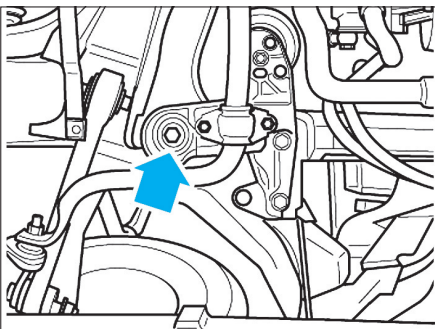

Fig. 4
- Dévisser les broches filetées de la barre de réglage de la variation de parallélisme [1] jusqu'à ce qu'elles viennent en appui sur les vis avant du berceau (Fig.4).